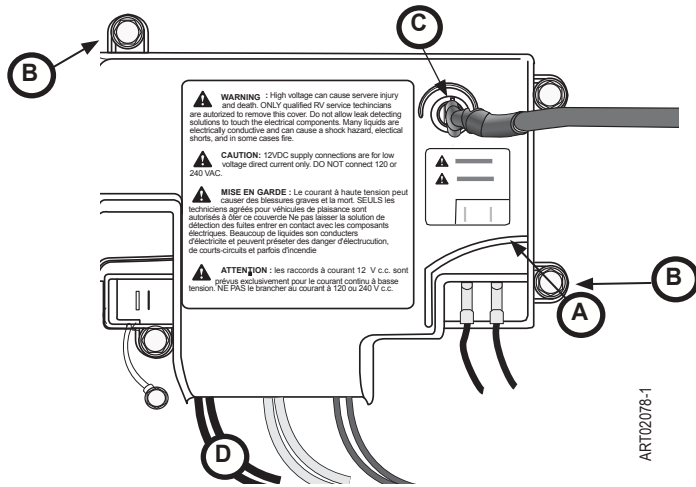

Fig. 3: Tablero eléctrico
1. Saque cuidadosamente el conector del cable del encendedor (fig. 3, C) del tablero eléctrico (fig. 3, A). No tire directamente del cable.
2. Saque los tornillos de la cubierta del tablero eléctrico (fig. 3, B) (2x); saque la cubierta.
3. Desconecte los cables del calefactor de CA (fig. 3, D) de los terminales AC_HT_LO_2 y AC_HT_HI_2 del tablero eléctrico.